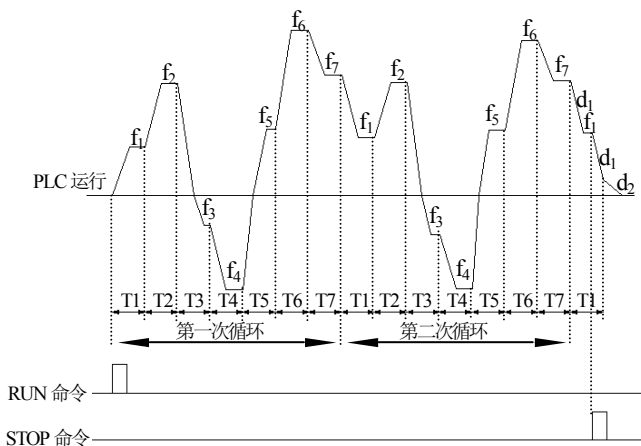

图 6-24 PLC 连续循环方式
**3: 连续循环。**如图 6-24, 变频器完成一个循环后自动开始下一个循环, 直到有停机命令。